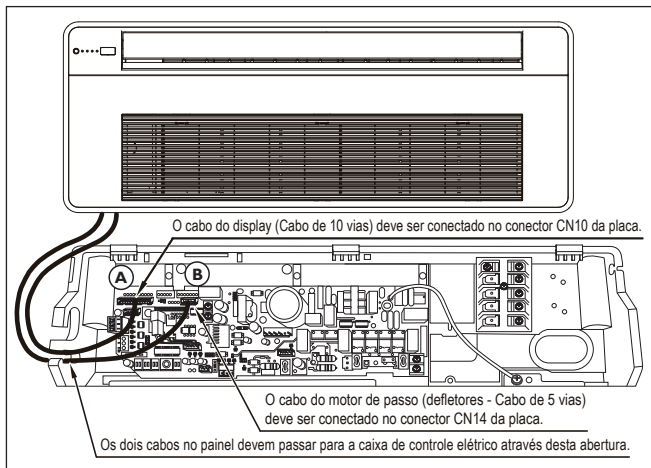

FIG. 46
3. Abra a tampa da caixa de controle elétrico da unidade para conectar a fiação elétrica da grelha; conecte os terminais à placa controladora principal (Fig. 46 abaixo):
- CN14 - para o motor do defletor de ar ("A" - Fig. 46);
- CN10 - para o display de controle ("B" - Fig. 46).